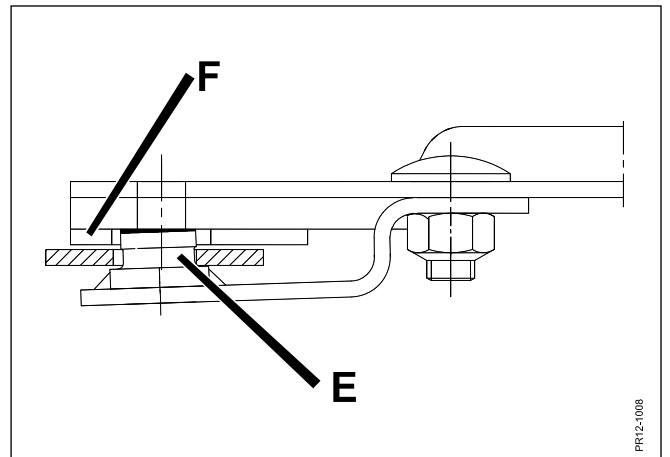

Fig. 5-7
- Fig. 5-7 Man sollte sich jedoch vergewissern, daß der Zapfen des Messerhalters **E** einen Anschlag gegen die niedrige Kante der Scheibe **F** hat.